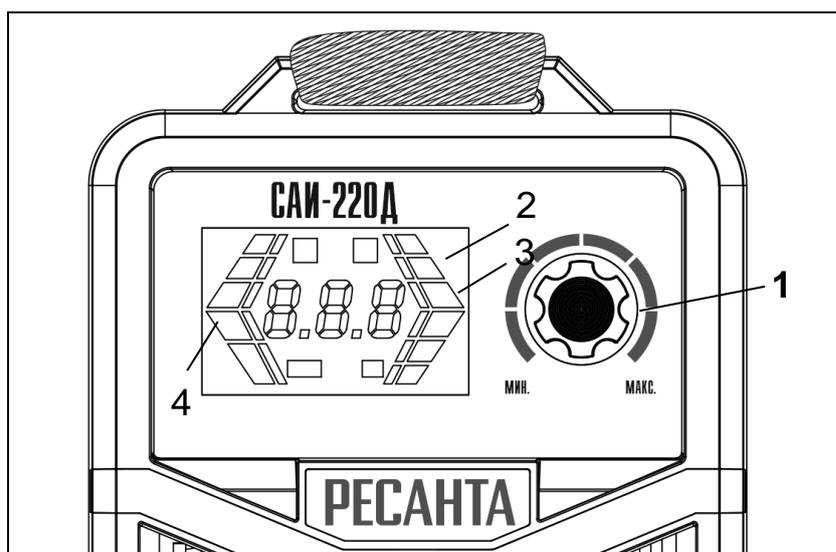

Рис.4 Управление режимами/функциями в синергетическом управлении
1. Переключение аппарата в Синергетический режим осуществляется путем длительного нажатия на регулятор 1 (рис.4). При каждом нажатии осуществляется переключение между функциями.
2. Выбор электрода осуществляется путем вращения регулятора 1 (рис.4). При этом на дисплее указывается ток, подходящий для выбранного электрода.
3. Установка величины толщины металла 3(рис.4) осуществляется вращением регулятора 1(рис.4) для более точной подстройки параметров. После фиксации толщины металла на дисплее отобразится диаметр электрода и величина тока.